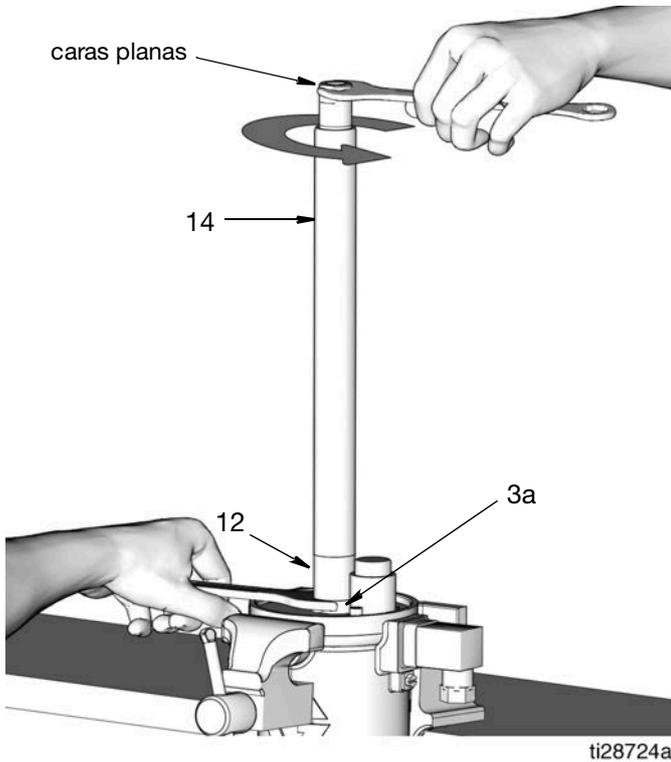

FIG. 16
12. Junta tórica del tubo de salida (13) y junta tórica del cilindro de la bomba (9)
Sujete firmemente en su posición la tuerca (3a) [se encuentra en la base del cilindro de la bomba (12)] con una llave. Fije una segunda llave sobre las partes planas del tubo de salida (14). Gire el tubo de salida en sentido contrario a las agujas del reloj para aflojarlo y sacarlo del cilindro de la bomba (12) (FIG. 16).